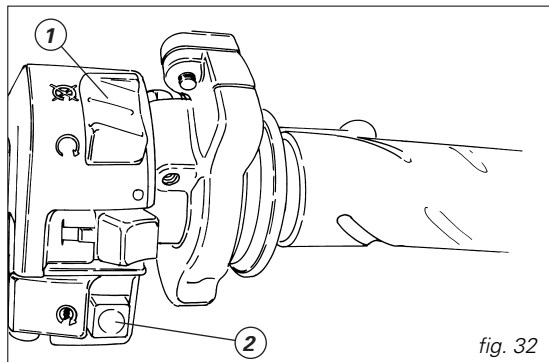

fig. 32
3) Accertarsi che l'interruttore d'arresto (1, fig. 32) sia nella posizione  (**RUN**), premere quindi il pulsante avviamento (2).